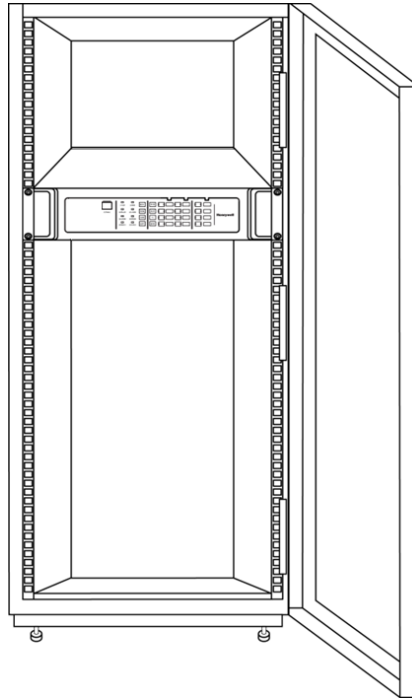

图6 DCS 安装在机柜中的示意图
2. 将 DCS 设备平稳放置到机柜中，并拧紧螺丝固定好。如图 6 所示：